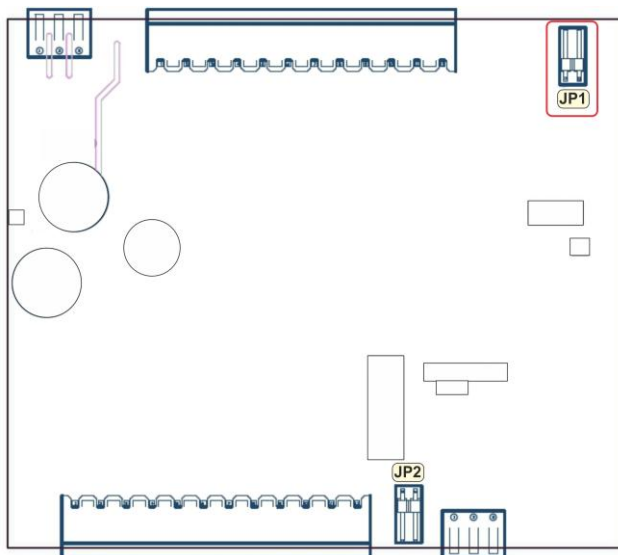

Рисунок 4.8 - Положення перемичок JP1 на платі модуля (корпус модуля знятий)
4.3.6.1 Знеструмити модуль, зняти з шини і встановити перемичку JP1 (рис. 4.8), після чого встановити модуль назад на шину. Модуль перейде в режим конфігурації мережевих налаштувань, про що буде свідчити мигання світлодіода "PWR" на передній панелі приладу.